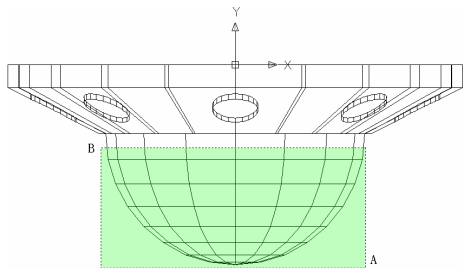
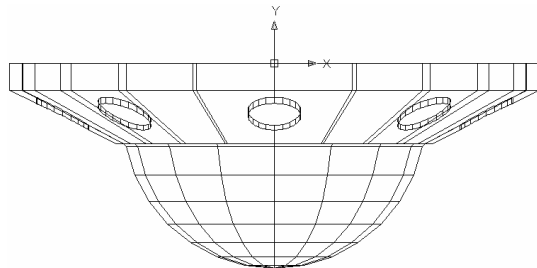

图 6-2-13 选择拉伸区域
图 6-2-14 拉伸处理
(22) 切换视图。单击“视图”|“三维视图”|“俯视”命令, 将视图切换到俯视图界面。
(23) 拉伸处理。单击“修改”工具栏中的“拉伸”按钮, 根据命令行的提示进行操作, 选择如图 6-2-13 所示 A 点到 B 点的区域并按回车键, 以 (0,0) 为基点, 然后以 (0,1) 作为目标点, 进行拉伸处理, 结果如图 6-2-14 所示。